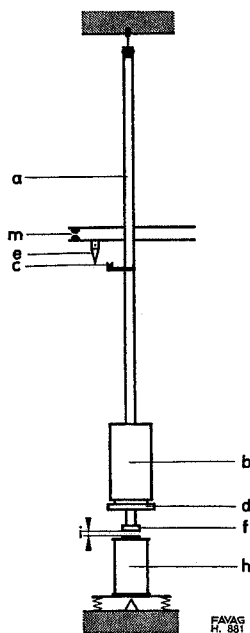
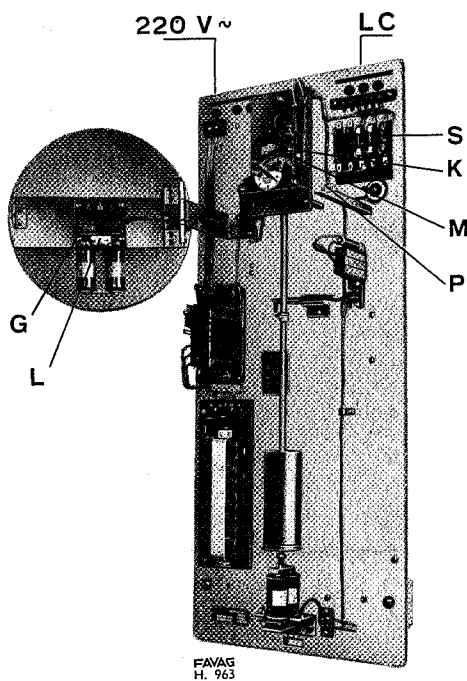

Fig. 3
Fig. 4
- 1.5. Libérer l'électro-aimant "h" (Fig. 3). Enlever la bande adhésive maintenant la lentille du pendule "b" à son écrou "d", suspendre le pendule en le saisissant par la tige "a" et en le tenant toujours vertical, la lentille "b" en bas. Prendre garde de ne pas tordre la suspension qui est fragile et de ne pas dévisser l'écrou de réglage "d" du pendule, celui-ci étant déjà ajusté approximativement.
- 1.6. Vérifier que la contre-palette d'échappement "c" rencontre le milieu de la palette "e" et que les deux bobines de l'électro-aimant "h" soient exactement sous l'armature en fer doux "f" placée à la partie inférieure du pendule (Fig. 3). Si cela n'est pas le cas, mettre le fond d'aplomb avec des cales.
- 1.7. L'entre-fer "i" entre les pièces polaires de l'électro-aimant et l'armature du pendule doit être d'environ 0,7 à 0,8 mm. Si cela n'était pas le cas, l'électro-aimant d'impulsion doit être déplacé sur la plaque de fond, soit vers le haut, soit vers le bas (Fig. 3)
- 1.8. Nettoyer tous les points de contact avec la partie en peau de daim de l'outil 10.8070.001 (Fig.5) pour enlever les poussières éventuelles. Le pendule étant vertical, au repos, s'assurer que les contacts de ligne "K" ne sont pas fermés (Fig. 4). Etablir les connexions extérieures suivant Fig. 4.
- 1.9. Mettre les aiguilles de l'horloge-mère à une heure quelconque en tournant l'armature "L" du mouvement secondaire à la main (Fig. 4). Pour l'horloge-mère à contact type 17.3013..., composer les programmes et faire la remise à l'heure selon prescriptions 17.3013.D
4.2. Il est nécessaire de nettoyer une fois par année les contacts de ligne "k" (Fig. 4) et le contact d'échappement m (Fig. 3). Ce nettoyage se fait de la manière suivante:
4.2.1. Dévisser l'écrou moleté "p" (Fig. 4) maintenant le cadran et le mouvement secondaire "g" (Fig. 4). Faire pivoter ceux-ci sur leur charnière de façon à avoir accès aux contacts de ligne "k".
4.2.2. Enlever le fusible situé à l'extrémité droite de la barrette de fusible "s" (Fig. 4)
6 » » » » » 6 V,	3 éléments (fig. 4)
12 » » » » » 12 V,	6 éléments (fig. 4)
4.1. Accumulateurs étanches 0,45 Ah (fig. 3) $I_c = \frac{I_d}{40} + 3 \text{ mA}$
4.3. Accumulateurs au plomb ou ferronickel (fig. 4) $I_c = \frac{I_d}{40} + 10 \text{ mA}$
$I_c = 80 \text{ mA}$ pour les batteries de 0,45 Ah (fig. 3)